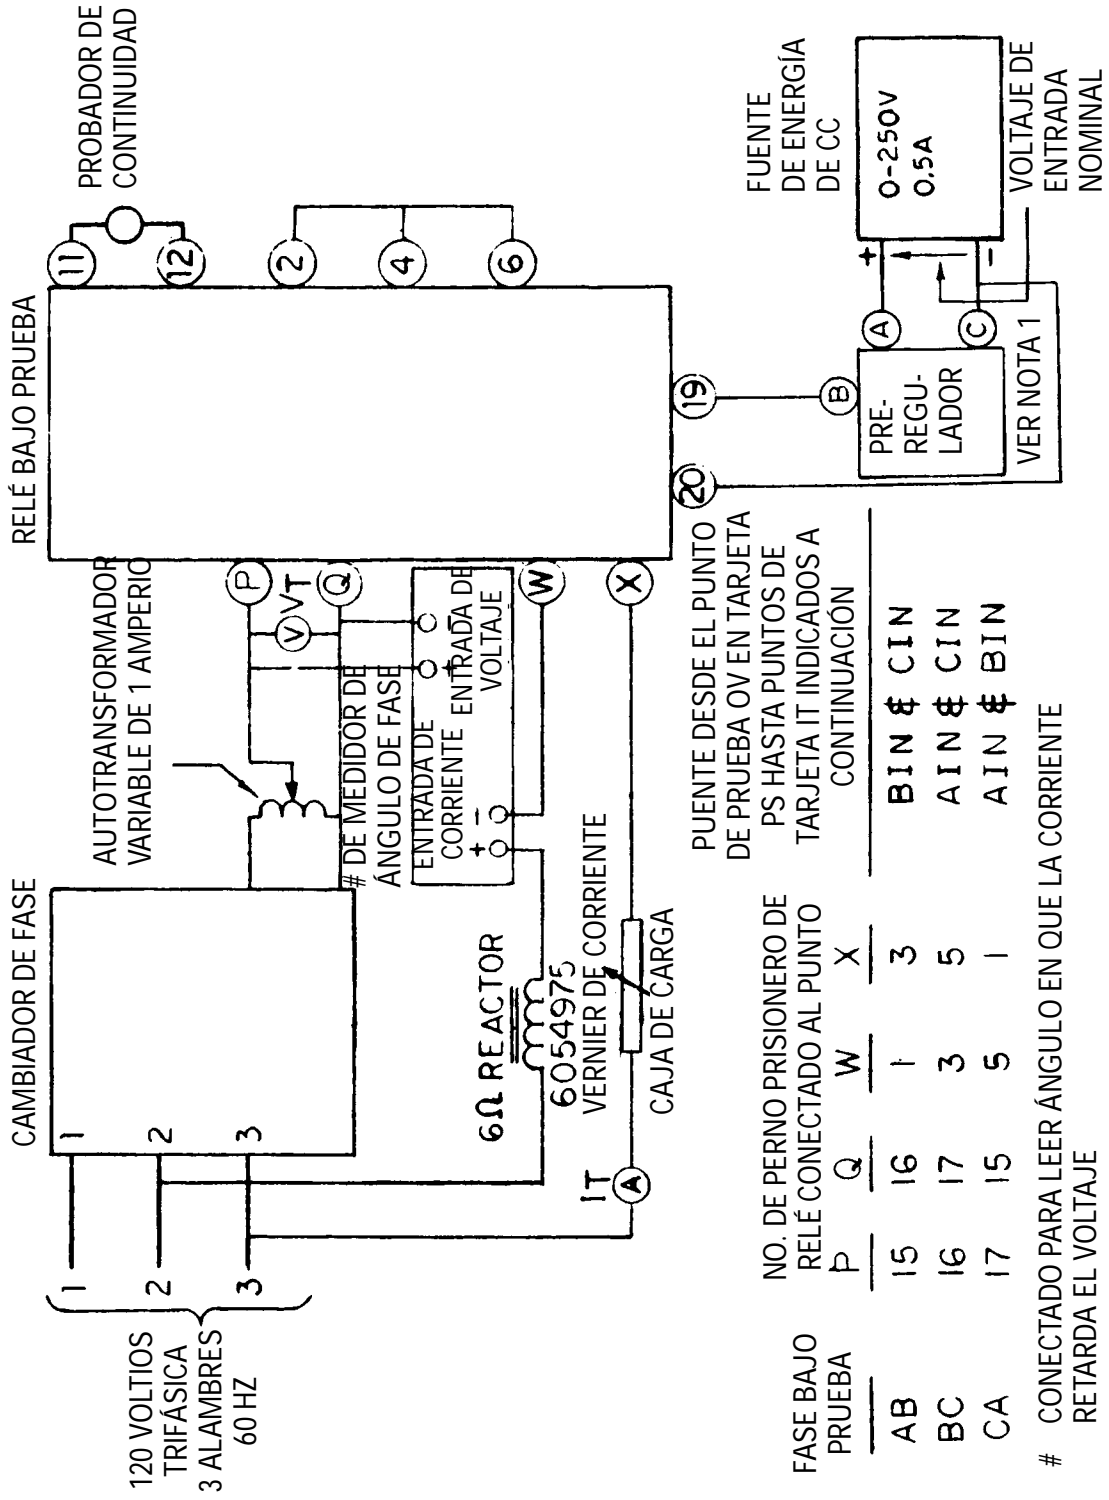

Figura 24 (0273A9097-1) Circuito de prueba para pruebas de alcance
- Figura 24 (0273A9097-1) Circuito de prueba para pruebas de alcance